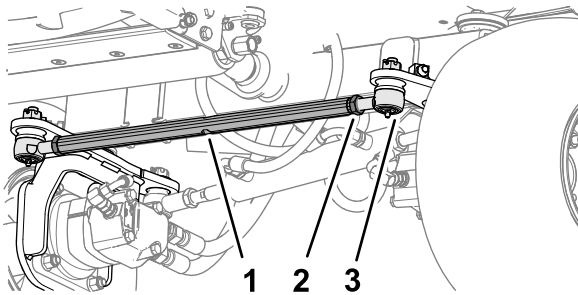

Bild 64
1. Lösen Sie an der Vorderseite des Hinterrads die beiden Sicherungsmuttern, mit denen die Spurstangenbaugruppe an den Stangenenden befestigt ist (**Bild 64**).
2. Richten Sie die Räder durch Drehen der Spurstange aus (**Bild 64**).
5. Ziehen Sie die beiden Sicherungsmuttern an, um die Spurstangenbaugruppe und die Stangenenden zu sichern (**Bild 64**).